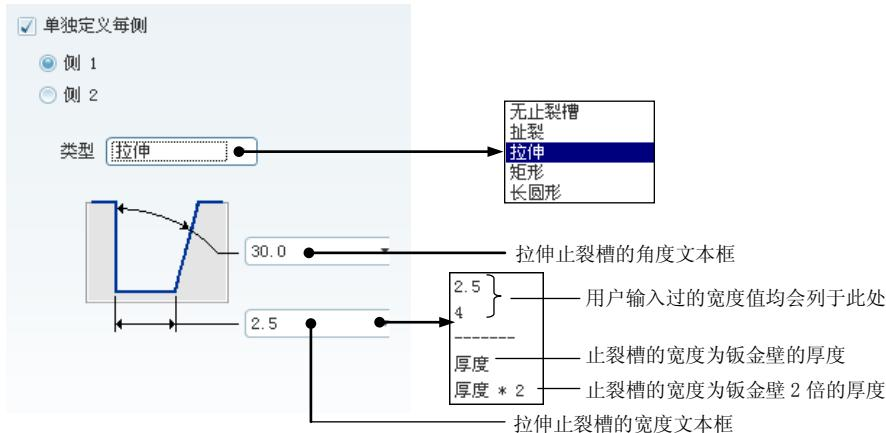

图 11.2.16 侧 1 止裂槽: 拉伸类型
- (1) 在操控板中单击  按钮, 在弹出的界面中选中 单独定义每侧 复选框。
- (2) 定义侧 1 止裂槽。选中 侧 1 单选项, 在 类型 下拉列表中选择“拉伸”选项, 输入角度值 30.0 和宽度值 2.5 (图 11.2.16)。
- (3) 定义侧 2 止裂槽。选中 侧 2 单选项, 在 类型 下拉列表中选择“扯裂”选项。